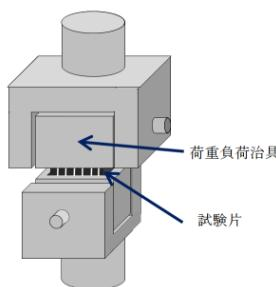

図1 フラットワイズ試験
- **高温特性評価** スキン材とコア材の接着強度測定のために、図1に示すフラットワイズ引張試験を、常温から300°Cの測定温度域で実施しました。また、パネルの曲げ特性として、曲げ剛性、および曲げ強度を同様の温度域で試験を実施しました。